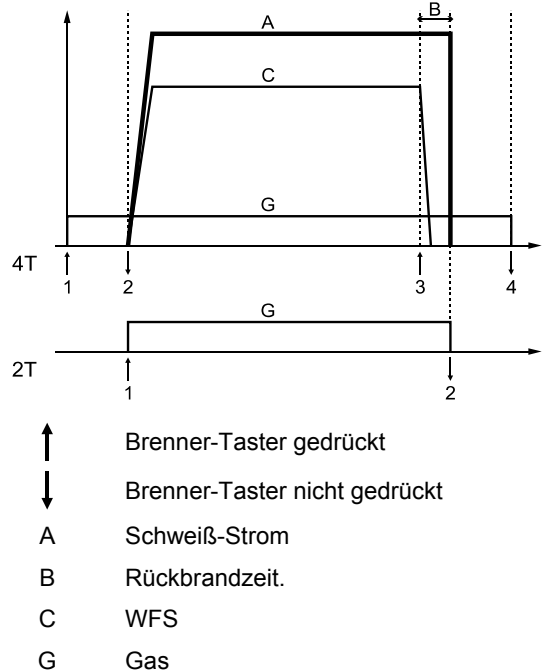

Abb. 8.
27. Brennermodus-Schalter: Ermöglicht die Wahl zwischen dem 2-Schritt oder 4-Schritt Brennermodus. Die Funktionsweise der Modi 2T/4T wird in Abb. 8 dargestellt.